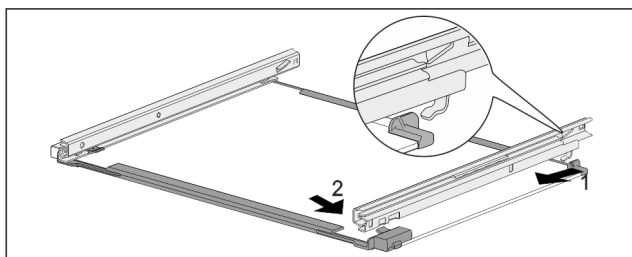

Fig. 192 Skleněná deska s kolejničkami
- ▶ Zahákněte kolejničku vzadu. Fig. 192 (1)
- ▶ Zaklapněte kolejničku vpředu. Fig. 192 (2)